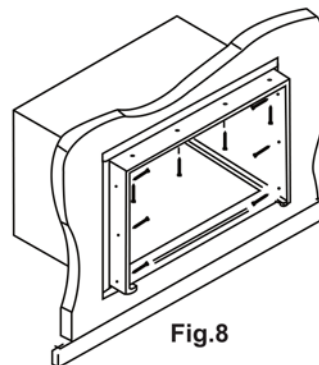

Fig. 8
5. Vissez ou clouez le cadre en bois du caisson en utilisant des cales si le cadre est surdimensionné pour éliminer la distorsion. Voir Fig. 8. Rappelez-vous de maintenir une pente correcte comme décrit à l'étape 3.